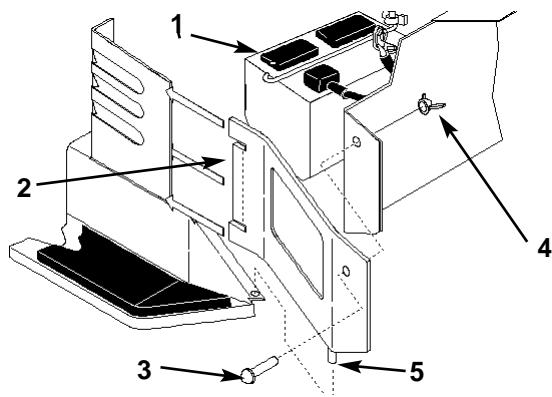

Figure 38
7. Montate la batteria nello chassis (Fig. 38).
11. Montate le fiancate inserendo le lunette nel complessivo dello sterzo, ed inserite la spina nella flangia del poggiapiedi. Fissate con le viti e i galletti (Fig. 38).
2. Sollevate i tappi di riempimento (Fig. 38).
3. Versate lentamente dell'acqua distillata negli elementi della batteria, fin quando il livello non raggiunge la parte inferiore del tubo (Fig. 38).